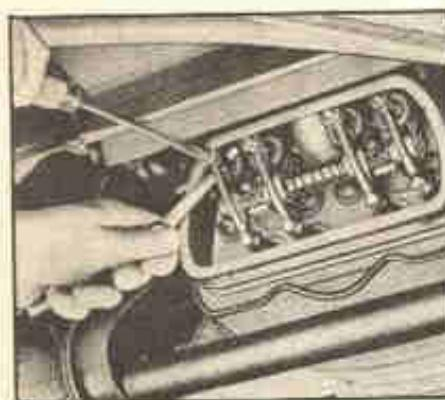

Fig. 2-F — Modo de se regular a folga da válvula.
4) — Coloca-se a lámina na folga e, com uma chave de boca, solta-se levemente a contra-porca (Figs. 2 e 3-F). Atua-se sobre o parafuso de regulagem até que a folga atinja a espessura da lámina. Aperta-se então a contra-porca para fixação da regulagem. Regulam-se ambas as válvulas.